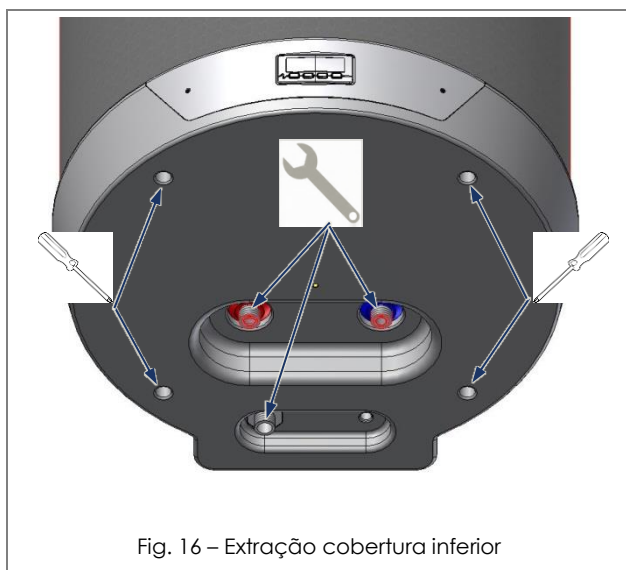

Fig. 16 – Extração cobertura inferior
- Retirar a cobertura inferior atuando sobre os parafusos (Fig. 16);
Para o controlo e substituição do ânodo é necessário efetuar a drenagem da água do depósito (ver parágrafo 9.5) e retirar a cobertura inferior (Fig. 16).